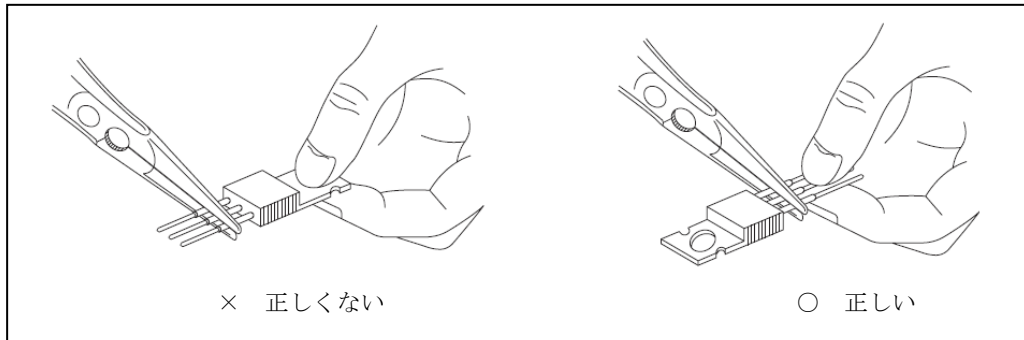
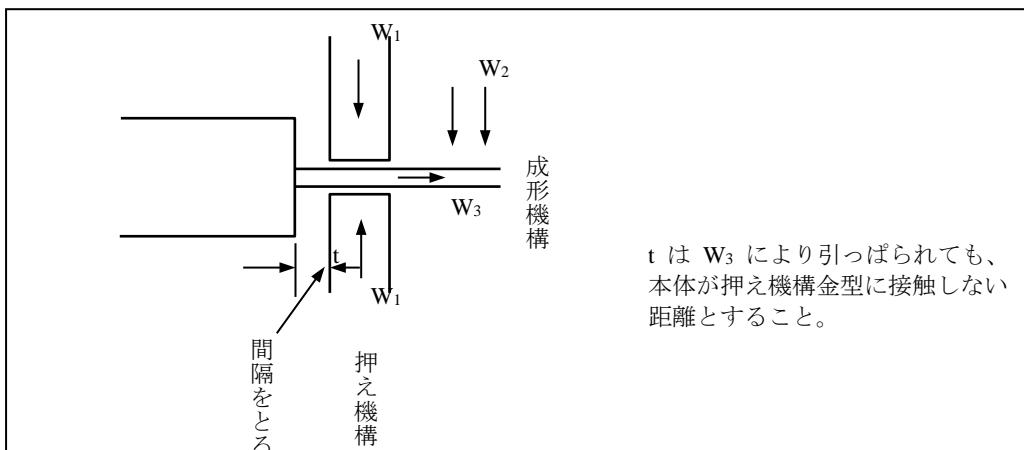

図8. リードの曲げ方
図9. 金型使用によるリードの曲げ方
- ・リードを折り曲げる場合、パッケージ本体とリードとの間に相対的な応力が加わらないように、曲げる点と本体のリードを固定するようにし、本体に触れたり、本体を持って曲げたりしないようにして下さい（図8 参照）。又、金型を使って大量に成形する場合においてもリードを固定する機構を設け、リード押え機構も素子本体にストレスが加わらぬよう注意して下さい（図9 参照）。